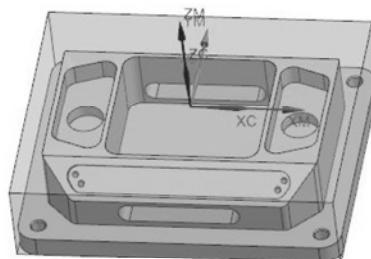

图 3-33 零件模型和毛坯模型设置
(1) 进入加工模块，定义编程坐标系与 WCS 重合，设置零件模型和毛坯模型，毛坯模型使用包容块方式，设置完毕后的图形如图 3-33 所示。
(2) 定义一把直径为 12 的铣刀，然后在 WORKPIECE 下创建第一个定轴加工刀轨。这是一个传统的三轴加工刀轨，刀轴矢量为+ZM 轴，加工方法选用底壁铣，具体设置如